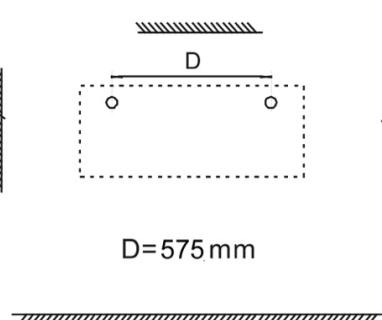

Fig.2
2. Faça dois furos adequados do tamanho do pescador ø 8 mm na parede. (Fig. 2) – d= 575 mm